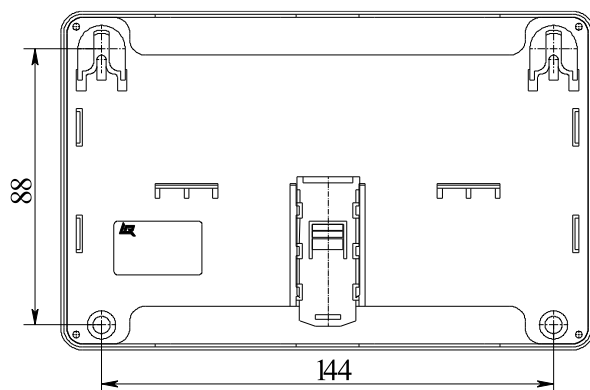

Рисунок 5.1
- в месте установки МДУ просверлить два верхних отверстия под дюбели с шурупами диаметром 4 мм согласно установочным размерам (рисунок 5.1);